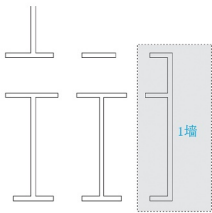

图 2.137 选择要合并的墙线
② 在选定的对象不是多段线, 是否将其转换为多段线? <Y>: 提示下, 按 Enter 键执行尖括号内的默认值“Y”(Yes), 表示要将 1 墙线转化为多段线。
③ 在输入选项【闭合(C)/合并(J)/宽度(W)/编辑顶点(E)/拟合(F)/样条曲线(S)/非曲线化(D)/线型生成(L)/放弃(U)]: 提示下, 输入“J”后按 Enter 键, 表示要启动【合并】子命令。
④ 在**选择对象**: 提示下, 按照图 2.137 所示的方法选择对象后按 Enter 键, 以确定将要合并的墙线。
通过①~④步的操作, 把在图 2.137 中选择的 11 条线和 1 墙线连成了一根封闭的多段线。